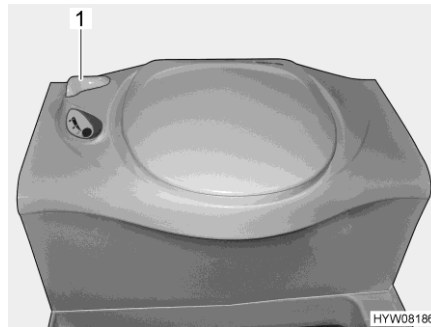

Bild 276 Thetford-toalett
- Öppna spjället på Thetford-toaletten före spolning. Därtill vrids spjällspaken (Bild 276,1) moturs.
- Efter spolning stängs spjället. Därtill vrids spjällspaken (Bild 276,1) medurs.